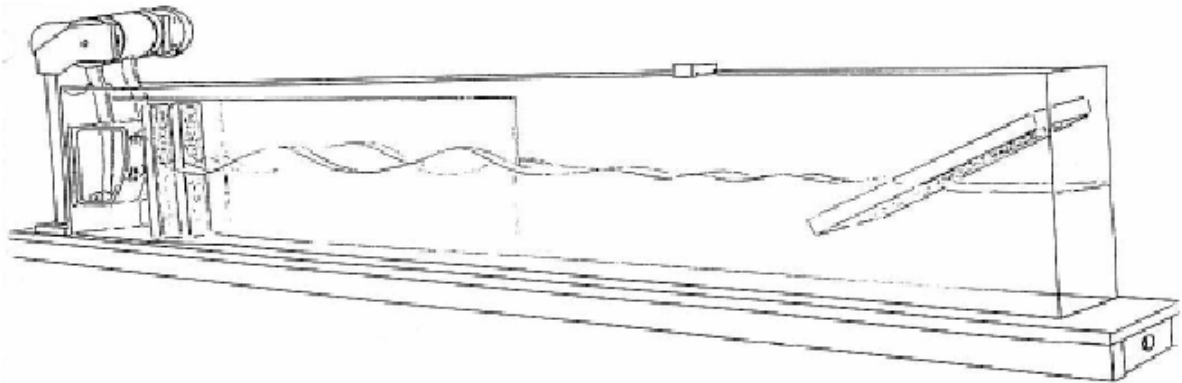

Fig. 1 Montage du canal de vagues
- Remplissez de l'eau dans le canal jus-qu'au repère (fig. 1).
À hauteur de la plaque de séparation, on observe nettement la position déphasée des deux ondes partielles. Dans la partie en I du canal qui n'est pas séparée par la plaque, les deux ondes partielles se rencontrent et s'annulent (fig. 1).